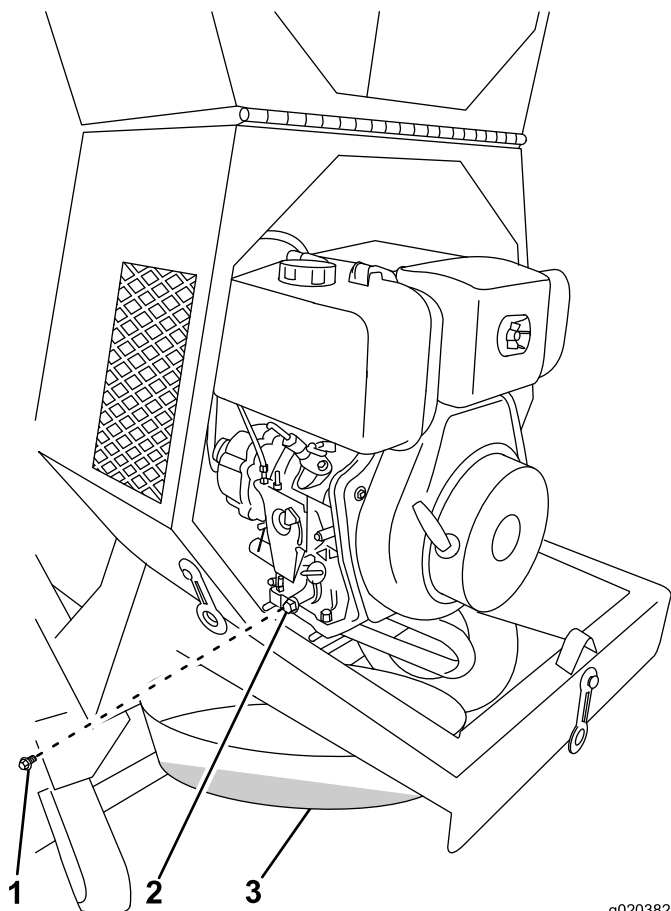

Figura 35
2. Coloque un recipiente de vaciado de aceite debajo del orificio de vaciado de aceite del motor (Figura 35).
3. Retire el tapón de vaciado y recoja el aceite en el recipiente (Figura 35).
4. Cuando se haya drenado completamente el aceite, coloque el tapón de vaciado con una arandela nueva (Figura 35).